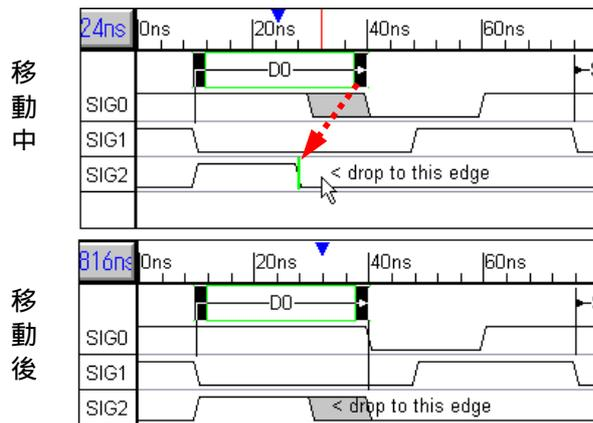
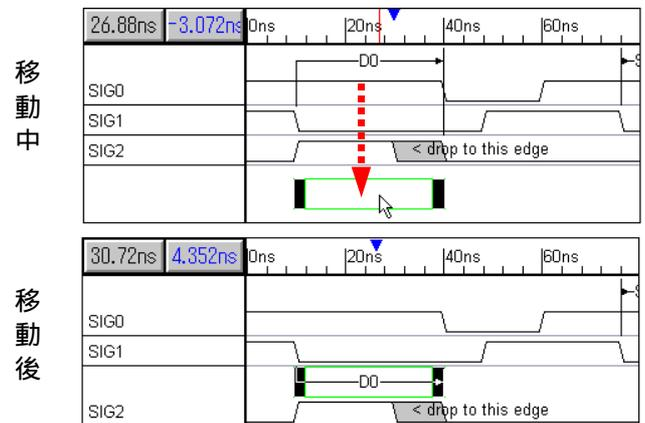

図 3.10 パラメータの終点位置の変更例
図 3.11 パラメータ表示位置の変更
5. マウス・ボタンを離せば , 遅延パラメータ D0 の終点はハイライト表示されたエッジに移動または , パラメータ表示位置はドラッグ先の垂直位置に移動します(図 3.10 , 図 3.11) .